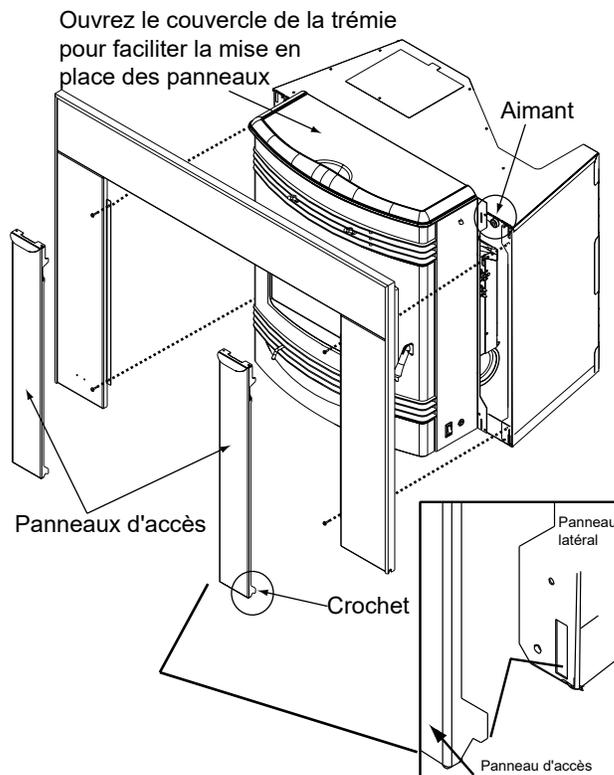

Figure 21.3
3. Ouvrez le couvercle de la trémie en le tirant vers vous. Cela facilitera la mise en place des panneaux. Fixez les panneaux au foyer encastré, en utilisant 2 vis par pied, comme il est indiqué sur la **figure 21.3**.
6. Installez les panneaux d'accès. Au bas du panneau d'accès se trouvent 2 crochets qui se glissent dans une fente au bas du panneau latéral. Un aimant situé en haut du panneau d'accès permet son maintien en place (**Figure 21.3**).